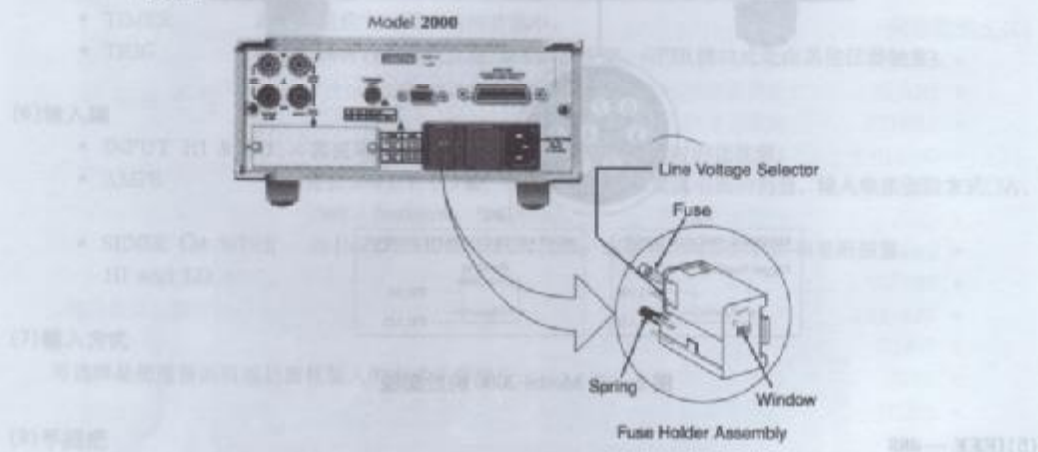

图2—3 电源输入部分
(1)以平口螺丝起子前端略微伸入保险丝置放座(参考图2—3),向左轻压,此保险丝置放座即可自电源输入组件部分弹出。